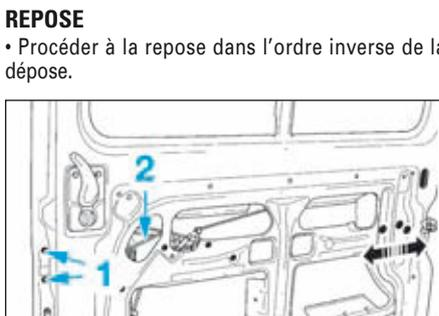

FIG.105
- Déposer les vis de fixation (1) (Fig.105).
- Déposer la tringle de commande (2) de serrure.